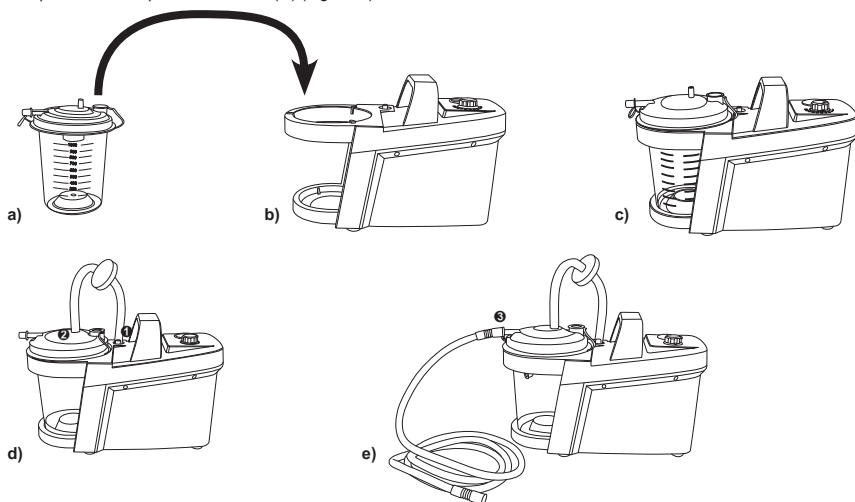

Fig. 6
- Premerlo delicatamente sul recipiente con entrambe le mani fino alla posizione di arresto (Fig. 6 / a-c).
- Collegare il tubo di aspirazione al beccuccio di attacco laterale presente sul coperchio del recipiente dei secreti (ⓐ) eseguendo un lieve movimento rotatorio (Fig. 6 / e).
- Il filtro viene collegato con l'ausilio dei due tubi di collegamento corti tra l'attacco sull'aspiratore (ⓑ) e l'attacco sul coperchio del recipiente dei secreti (ⓐ) (Fig. 6 / d).